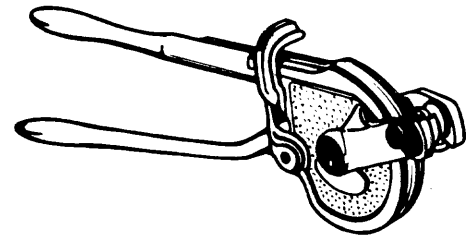

Fig. 3
- c) Doblatubos de palanca y rathe (fig. 3).